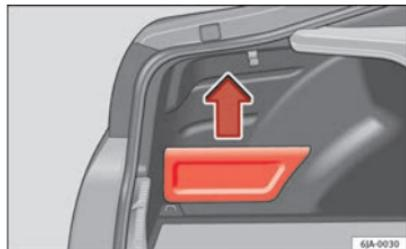

Fig. 95 Maletero: porta-
- Agarre la tapa en su lado superior y sácala en el sentido de la flecha ⇒ fig. 95.